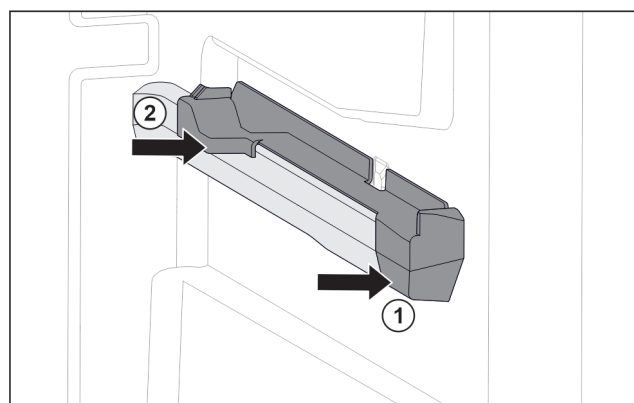

Fig. 221 Elemento inseribile sulla nervatura destra del contenitore
- Posizionare l'elemento inseribile sulla parte anteriore della nervatura del contenitore. Fig. 221 (1)
- Premere l'elemento inseribile sulla parte posteriore. Fig. 221 (2)